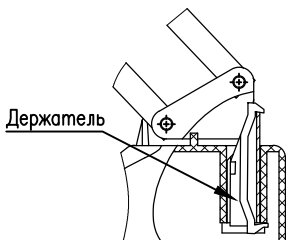

Рис. 1
5.4. Для светильника исполнения "Бета КУ+": расположить подставку в удобном для вас месте. Установить стойку с плафоном в отверстие подставки. При установке светильника в подставку зафиксировать стойку с плафоном при помощи держателя входящего в комплект подставки. Держатель установить со стороны основания подставки в соответствии с рис. 1.